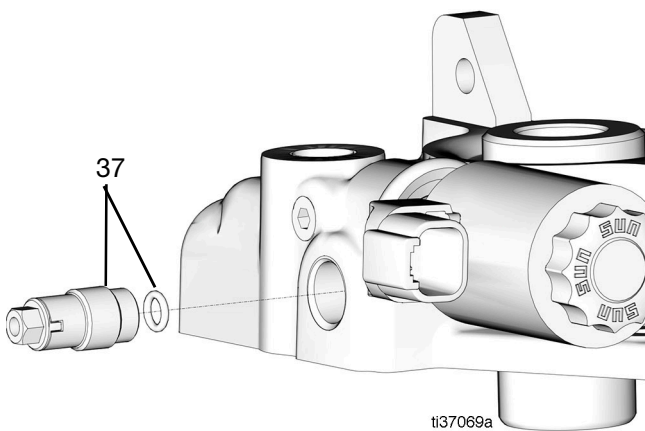

Рис. 73
33. Поместите уплотнительное кольцо на обратный клапан, а затем поместите его в выпуск насоса и затяните (момент затяжки: 21,7 Н•м, 16 фунт-футов) (Рис. 73).